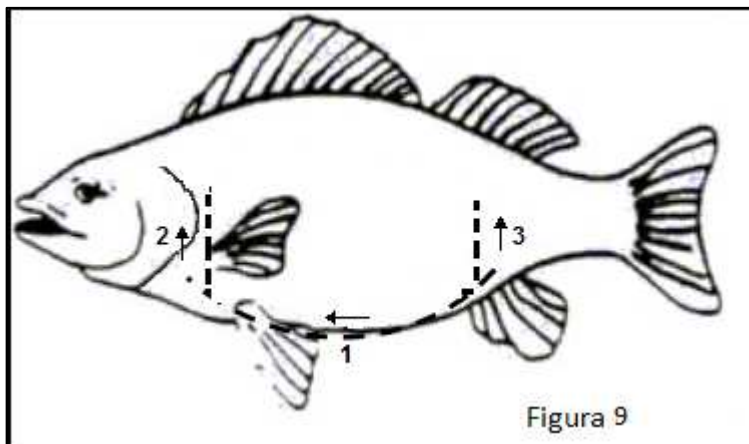

Figura 9
17. a. Con el bisturí, profundicen los cortes de las "líneas 1, 2 y 3", según la figura 9 de referencia.